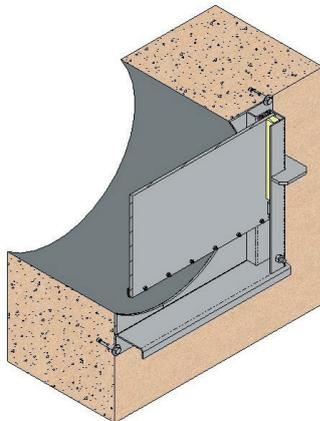
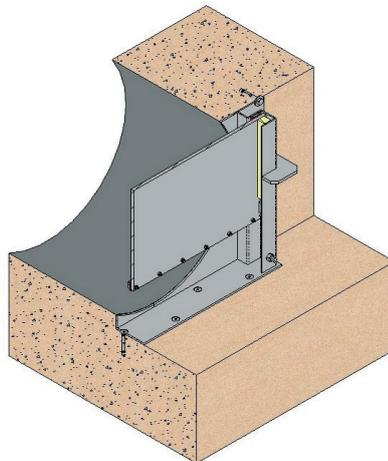
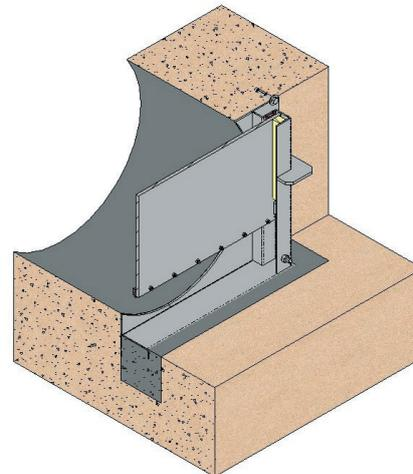

Abb. 31
Abb. 32
Abb. 33
Befestigung an der Mauer mit Hilfe von Verbundankermörtel oder Chemikalien, (siehe Abb.31), doch es gibt auch andere Einbauoptionen, (siehe Abb.32 und Abb.33).
Dieser Vorgang eignet sich sowohl für Schieber mit flacher Unterlage (Abb. 32) als auch für andere Standards (Abb. 31).
- Der Schieber kann auch mit einer in Beton eingelassenen Unterlage eingebaut werden (Abb.33). Dafür muss in den Boden eine Schale eingebaut werden (Abb.28 und Abb. 29). Danach muss der Schieber in der Schale zentriert werden und es muss sicher gestellt werden, dass sich die Unterlage des Schiebers sich auf der gleichen Höhe wie der Einbau befindet. Anschließend werden die nötigen Bohrungen für die Seitenprofile und das obere Profil durchgeführt. An die Stelle, wo der Schieber eingebaut wird, um Undichtigkeiten zwischen der Armatur und der Mauer zu vermeiden, das Dichtungsmittel SIKAFLEX- 11FC oder ähnliches angebracht. Danach wird der Schieber eingesetzt und mit Verbundankermörtel oder Chemikalien festgemacht. Dabei sollte das Flachlineal angesetzt und die Schrauben über Kreuz vorsichtig angezogen werden.